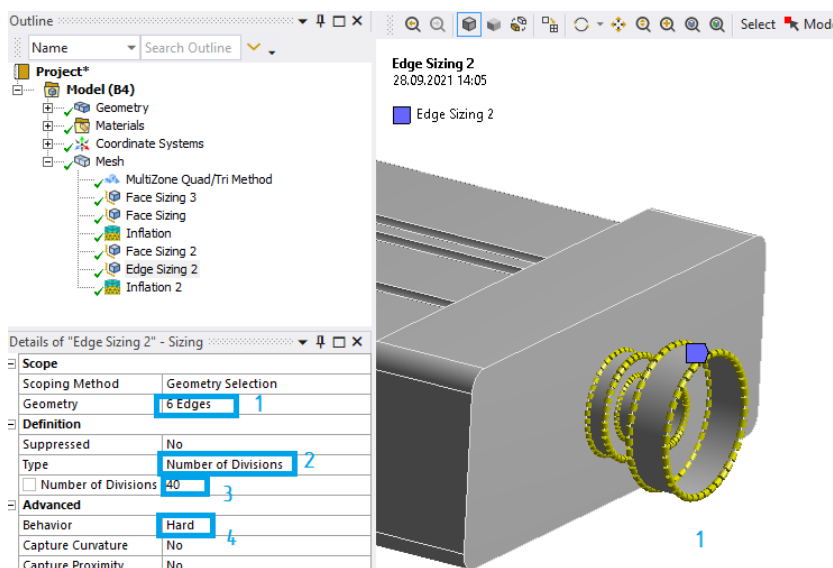

Рис. 22. Задание настроек сетки
6.6. Жмем ПКМ на *Mesh – Insert – Sizing*, выделяем длинные ребра участка № 4 (1), меняем тип на *Number of Divisions* (2) и задаем число делений (3) 40 (рис. 22). Иногда данная операция игнорируется программой из-за низкого приоритета, поэтому необходимо заменить значение *Soft* на *Hard* (3).